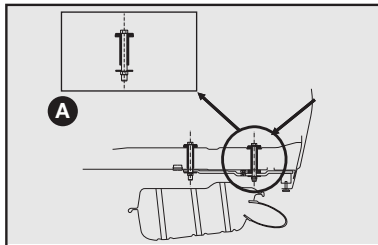
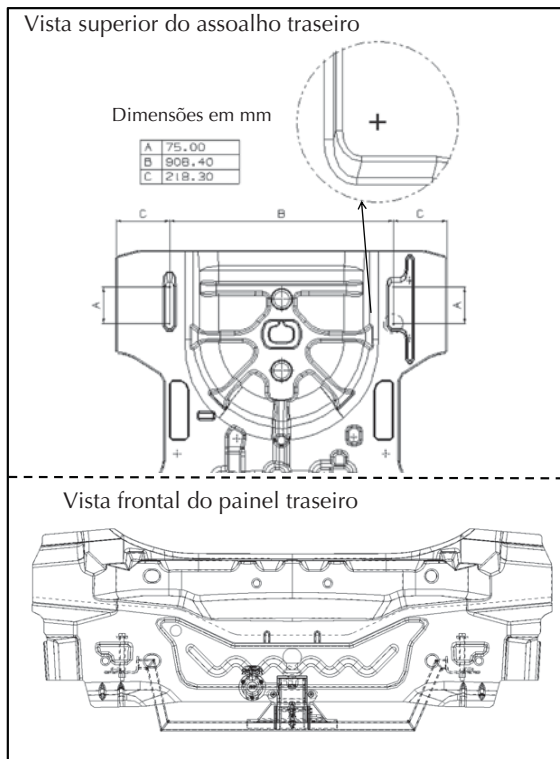

fig. 11
fig. 12
- Efetuar no veículo a furação com  $\varnothing$  (diâmetro) 11 mm traspassando o assoalho posterior (ver detalhe A-fig. 11) e a longarina nas marcas esquemáticas indicadas na **fig. 12**.